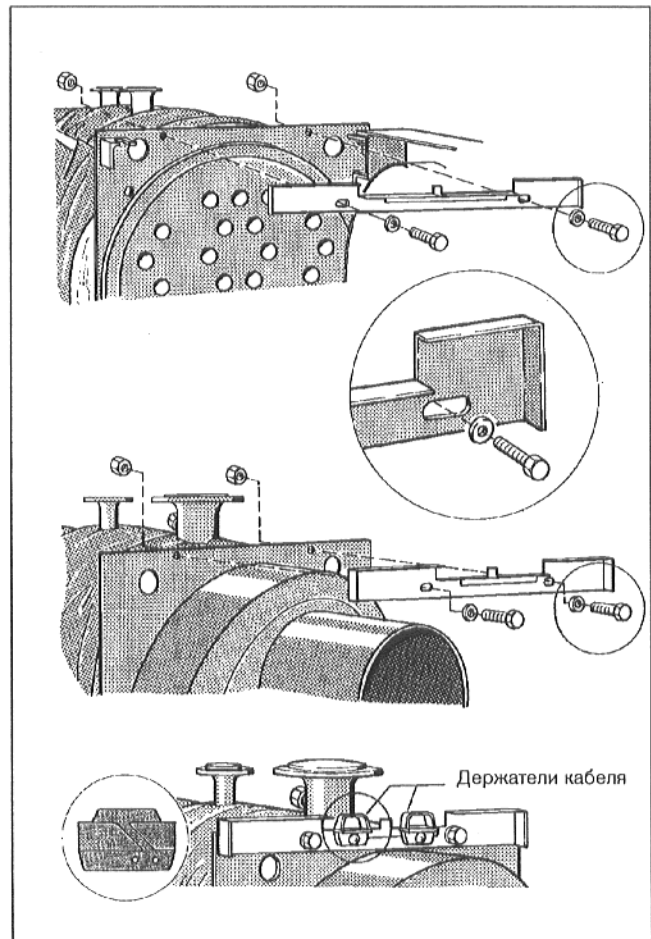

Рис. 9
- Привинтить траверсы сверху к передней и задней стенке корпуса котла, используя по 2 комплекта винтов с шестигранной головкой, шайб и гаек (Рис. 9).
- Посредством винта привинтить держатели кабеля к задней траверсе (Рис. 9).